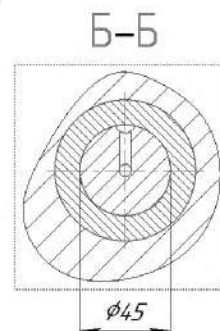

Рисунок 4.39. Простановка размеров и надписей
2.5.13 Проставьте размер и значок обозначения центра (рисунок 4.39).